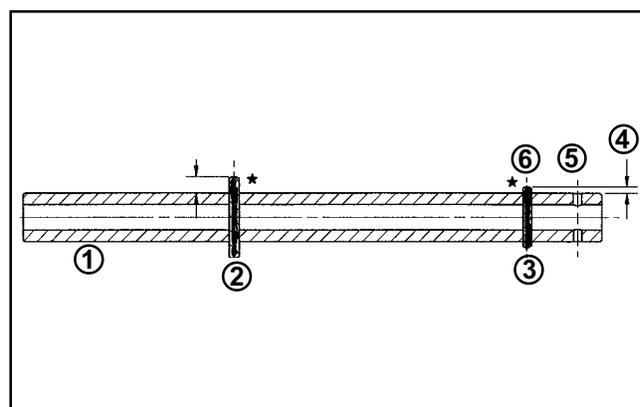

Figura 10-21. Posizioni dei perni guida per l'albero a camme di scarico.
1. Se i perni guida sono stati smontati dall'albero a camme di scarico, reinstallarli seguendo la procedura utilizzata per l'albero a camme di aspirazione. Vedere Figura 10-21.